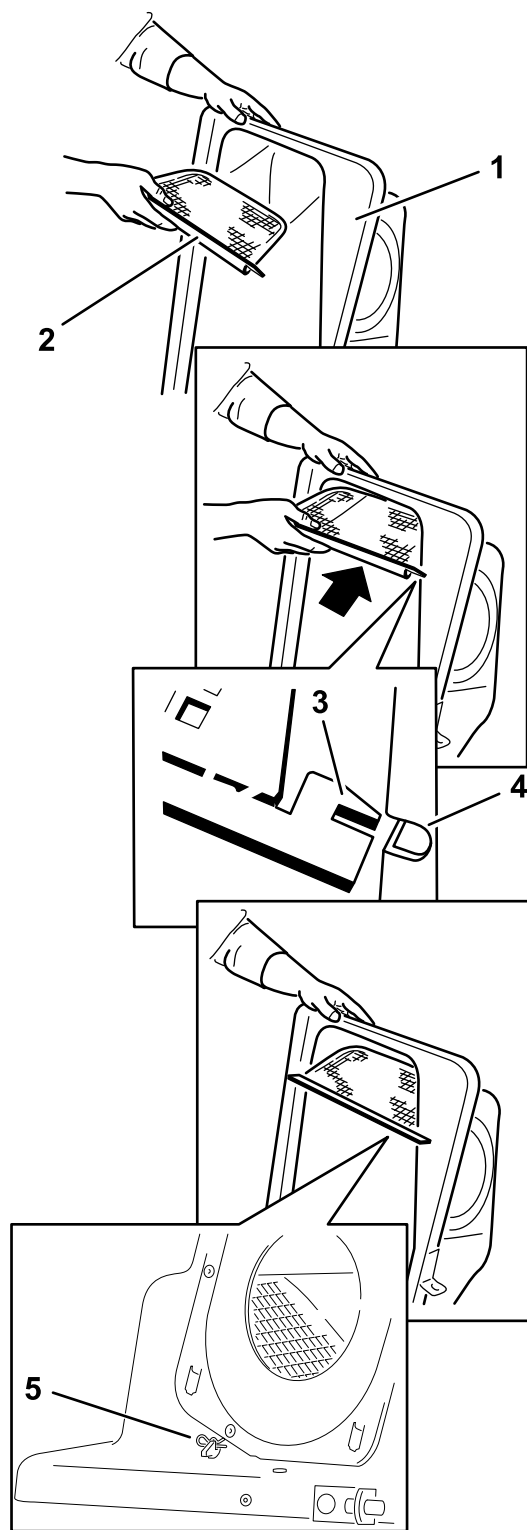

Figura 19
2. Montate la griglia come illustrato nella Figura 19 e assicuratevi che sia inclinata verso i cesti di raccolta.